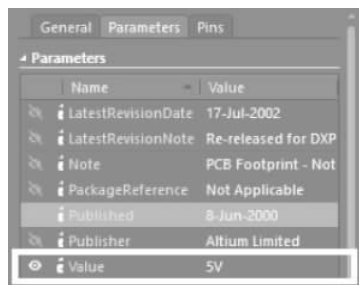

图 3-7 修改 V1 参数
② 打开如图 3-7 所示的界面,在 Parameters 下,找到 Value 行,在右侧输入 5V。